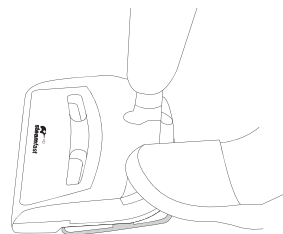

Figure 1
1. Pour activer la brosse aspiratrice, appuyez sur la touche d'alimentation de la brosse aspiratrice (Figure 1). Passez le balai minutieusement partout sur la surface pour éliminer tous les débris.